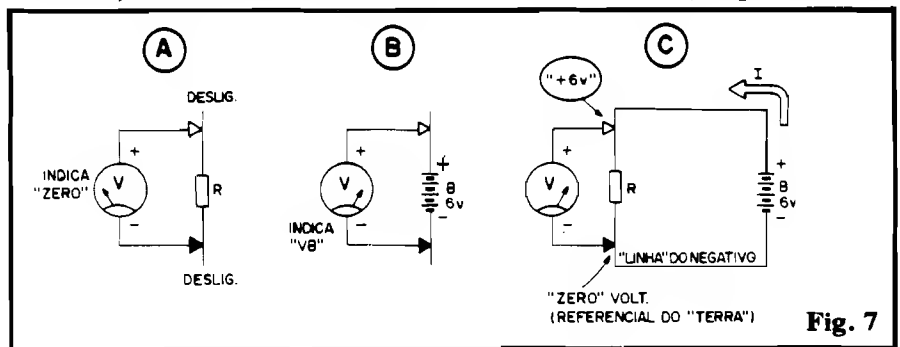

Fig. 7
- FIG. 7 - MEDINDO TENSÃO - Um VOLTÍMETRO deve ser sempre aplicado em "paralelo" com os pontos nos quais queremos verificar o "quanto" de Tensão existe... Obviamente que **sempre** deverá haver uma fonte de energia que forneça ou apresente um determinado potencial elétrico ou "voltagem", sem o que **não** haverá Tensão a ser medida! Como vemos em 7-A, se aplicarmos os terminais de um VOLTÍMETRO, por exemplo, a um mero resistor, desligado de qualquer circuito ou fonte, a indicação do instrumento será - obviamente - "zero"... Já se aplicarmos o VOLTÍMETRO (sempre atentos à